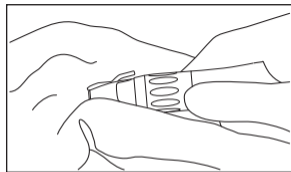

Fig. 8
3) Limpie el exterior de la pieza de mano con un paño húmedo con desinfectante o etanol a una concentración del 60-90% (Fig. 8).